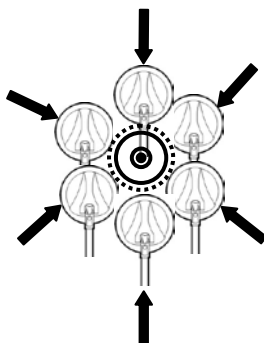

Figura 25: Trazado del Blanco
- La Detección de Bordes usa la sensibilidad constante de la bobina alrededor de su circunferencia para detectar el área del blanco. Para realizar la detección de Bordes, la bobina debe aproximarse a la ubicación del blanco desde distintos ángulos tal como se muestra en la Figura 25.